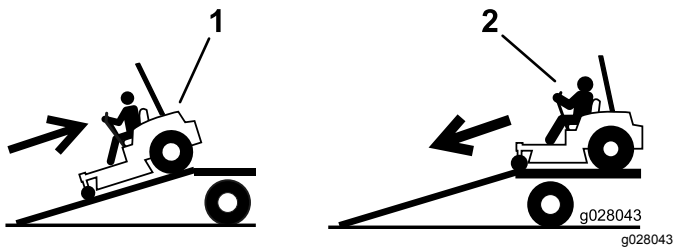

**Figura 35**
5. Utilice los puntos de amarre metálicos de la máquina para sujetar la máquina firmemente al remolque o al camión con correas, cadenas, cables o cuerdas (Figura 35).